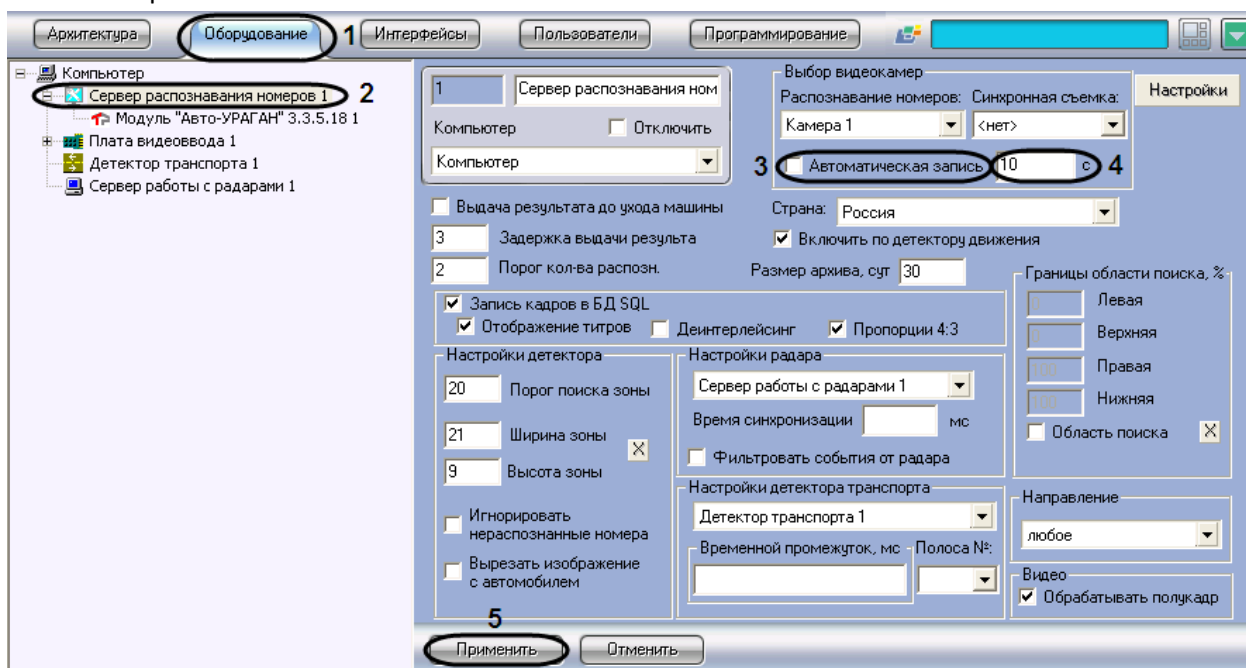

Рис. 7.2—7. Настройка параметров автоматической записи сигнала
1. В диалоговом окне «Настройка системы» перейти на вкладку «Оборудование» (Рис. 7.2—7, 1).
2. В дереве объектов на вкладке «Оборудование» выбрать объект «Сервер распознавания номеров», соответствующий активированному программному модулю (см. раздел «Активация программного модуля, используемого для распознавания номеров», Рис. 7.2—7, 2). В правой части вкладки «Оборудование» отобразится панель настройки выбранного объекта.
3. Установить флажок «Автоматическая запись» для активации функции автоматической записи видеосигнала при распознании номерного знака транспортного средства (см. Рис. 7.2—7, 3).
4. Указать длительность записи видеосигнала, осуществляющегося при распознании номерного знака транспортного средства (см. Рис. 7.2—7, 4).